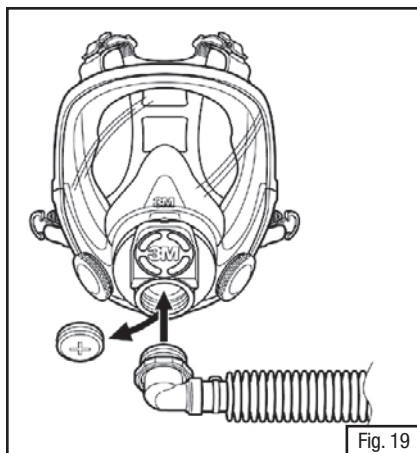

Fig. 19
3. Parafuse a entrada da traqueia na saída do PAPR (Fig. 19). PARA ASSEGURAR QUE A TRAQUEIA ESTEJA FIRMEMENTE PRESA, NÃO TENHA TENTADO CONECTAR A TRAQUEIA ENQUANTO A PEÇA FACIAL ESTIVER SENDO USADA.